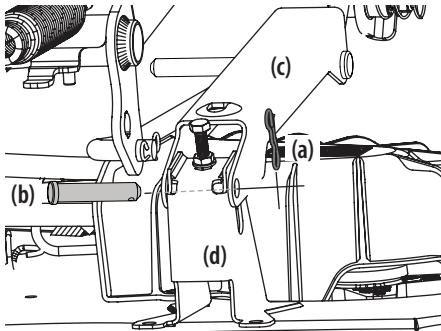

Figura 37
- a. Extraiga los dos pasadores con unión curva (a) de los pasadores de horquilla (b) que sujetan los soportes del varillaje de elevación (c) a los soportes traseros de elevación de la plataforma (d) en la plataforma. Extraiga los pasadores de horquilla (b). Consulte la Figura 37.